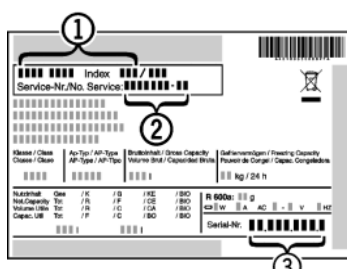

Fig. 60
- ▶ Označení přístroje Fig. 60 (1), servisní číslo Fig. 60 (2) a sériové číslo Fig. 60 (3) naleznete na typovém štítku. Identifikační typový štítek je umístěn na levé vnitřní stěně přístroje.